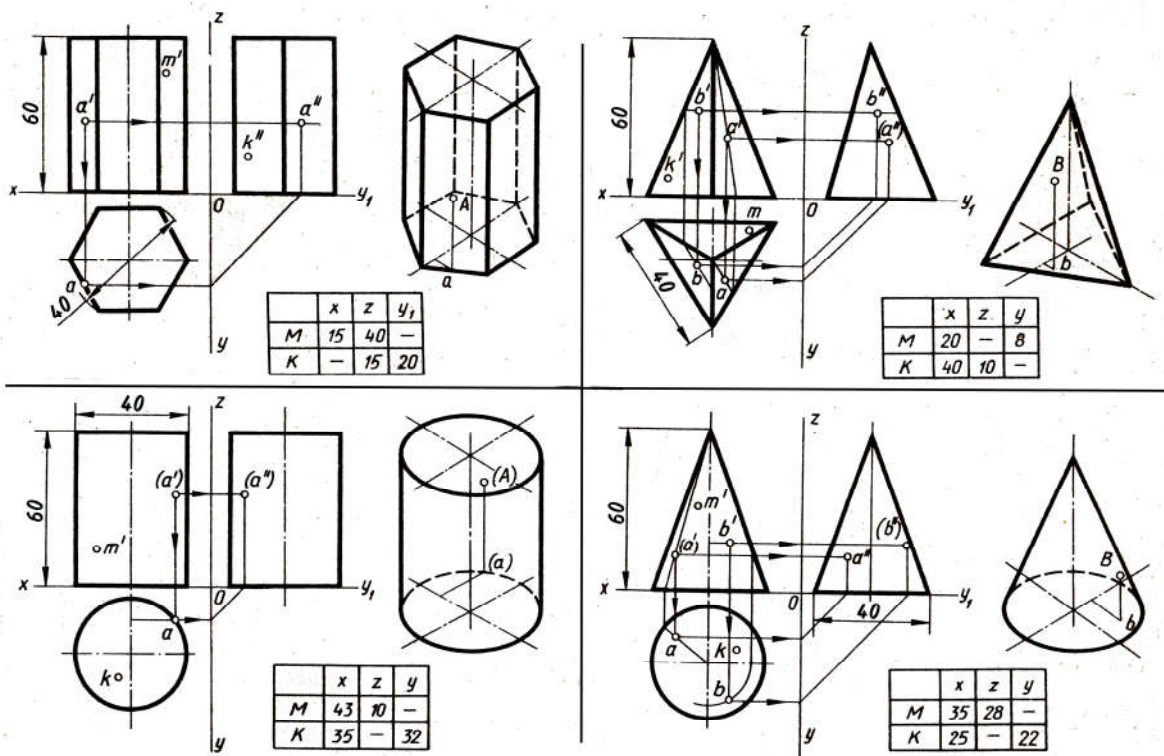

Рисунок 11. Поверхности и тела. Образец выполнения работы
7. Выполняются аксонометрические проекции геометрических тел, и на них проецируются точки А, В и (С). Проставляются размеры. Построение конуса, цилиндра, пирамиды происходит аналогично. (Рис.11)